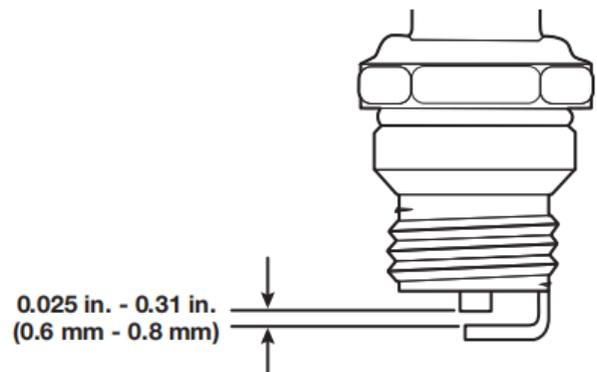

Fig. 15
- 5) Utilisez une jauge d'épaisseur pour régler l'écart à 0,025 - 0,31 po (0,6 mm - 0,8 mm) (Fig. 15).